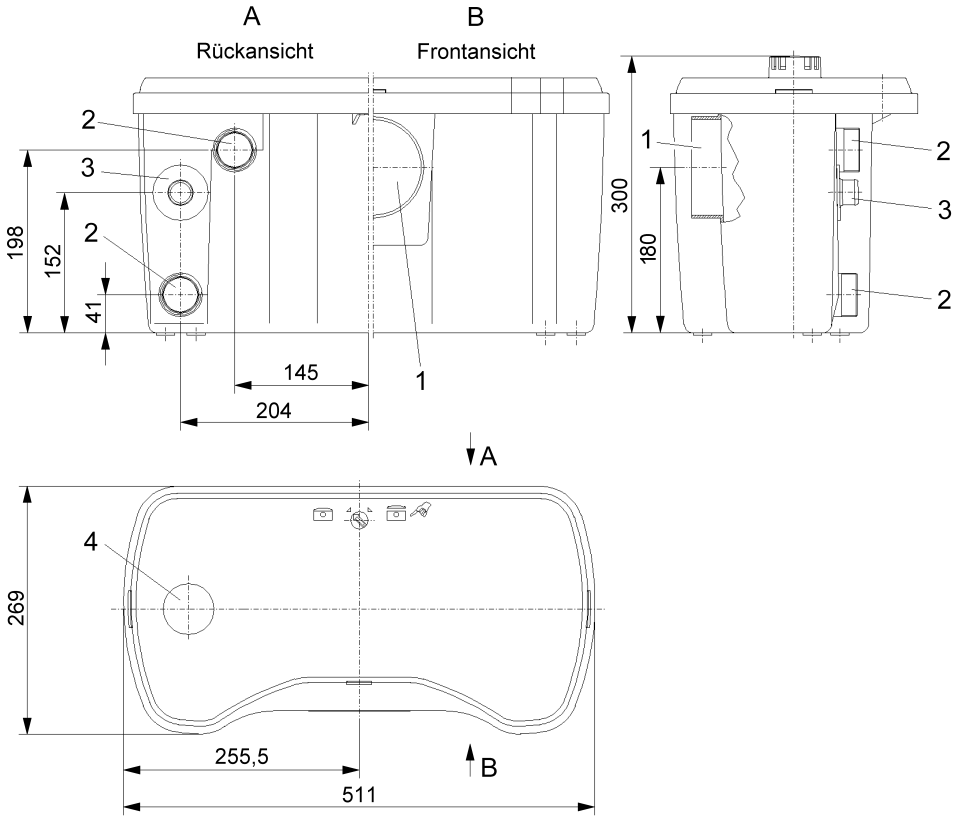

Fig. 1
Denna automatiska mini-lyftpump (fig. 1) består av en gas- och vattentät uppsamlingstank av plast som ansluts med ett vågrätt avloppsrör (DIN EN 37) direkt på baksidan av en golvmonterad toalett.
Sugledningen ansluts med en självtätande kopplingshylsa (fig. 1, pos. 1).
Anslutningarna (fig. 1, pos. 2) för 2 extra tömningspunkter samt tryckledning (fig. 1, pos. 3) finns på uppsamlingstankens baksida. Utrymmet på baksidan är tillräckligt stort för enkel installation av ledningarna. På detta sätt kan extra sugledningar samt tryckledningen anslutas från båda sidor.